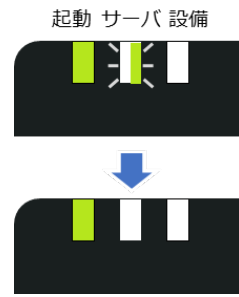

図10. LTE電波強度確認時のランプ
- (1) ELセンサのサーバ通信ランプが消灯していることを確認します。(図10)